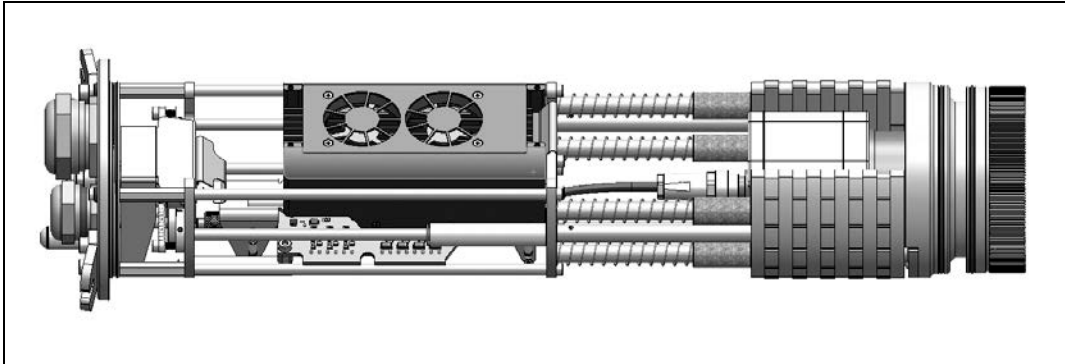

Abbildung 31: Chassis mit PI Kamera, Industrie-PIF und PI Netbox
7. Verbinden Sie im Anschluss die PI Kamera und die PI Netbox mit dem mitgelieferten USB-Kabel und das Industrie-PIF mit der Kamera. Schließen Sie danach den Netzwerkstecker an die PI Netbox an (**Abbildung 31**).